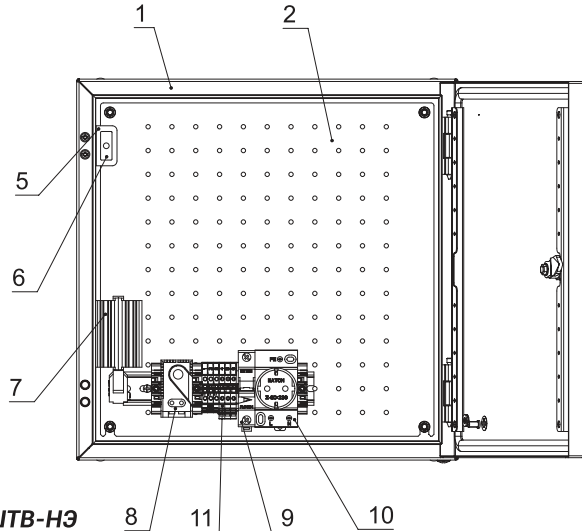

Рис. 2. Общий вид шкафа серии ШТВ-НЭ
Корпус шкафов серии ШТВ-НЭ (поз. 1 рис. 2) имеет металлическую сварную конструкцию, внутри покрыт слоем утеплителя с фольгированием, что увеличивает термоизоляцию и уменьшает теплопотери через стенки шкафа. В комплект шкафа входят задняя перфорированная оцинкованная панель (поз. 2. рис. 2). Отверстия для ввода кабелей находятся в основании шкафа. Для комплектации Т1 в боковых стенках шкафа предусмотрены отверстия для установки вентилятора с фильтром (поз. 3 рис. 2), а также фильтра впускного (поз. 4 рис. 2). На кронштейне (поз. 5 рис. 2), расположенном на боковой стенке шкафа, находится датчик открытия дверей (поз. 6 рис. 2). На боковой внутренней поверхности шкафа установлены две DIN-рейки, на которых крепятся нагреватель (поз. 7 рис. 2), имеется место для установки дополнительного оборудования.
На оцинкованной панели расположена DIN-рейка с установленными на ней термостатом (поз. 8 рис. 2), клеммами винтовыми (далее клеммники) (поз. 11 рис. 2), автоматическим выключателем (поз. 9 рис. 2) и розеткой штепсельной (поз. 10 рис. 2).
Для защиты оборудования от перегрузок, токов короткого замыкания используется автоматический выключатель 1р 16 А (поз. 9 рис. 2).
В шкафу установлен датчик контактного типа – переключатель кнопочный WP20 (поз. 6 рис. 2), срабатывающий при открывании двери. Характеристики датчика приведены в таблице 2.
Нагреватель расположен на боковой DIN-рейке, используется для нагрева воздуха внутри шкафа (поз. 7 рис. 2). Кабель нагревателя подключается к клеммнику ХТ1 (поз. 11 рис. 2) и терморегулятору.
Вентилятор применяется в шкафах исполнения Т1, устанавливается в боковое отверстие корпуса шкафа, используется для охлаждения внутреннего объема шкафа (поз. 3 рис. 2). Кабель вентилятора подключается к клеммнику ХТ1 (поз. 11 рис. 2) и терморегулятору.
В шкафу находится термостат (поз. 8 рис. 2), расположенный на DIN-рейке монтажной панели, который регулирует работу нагревателя в шкафу (ЕК1 на схеме) а также вентилятора (М1 на схеме).
5. Проверить с помощью специального инструмента наличие напряжения 230 В в розетке XS1 (поз. 10 рис. 2).